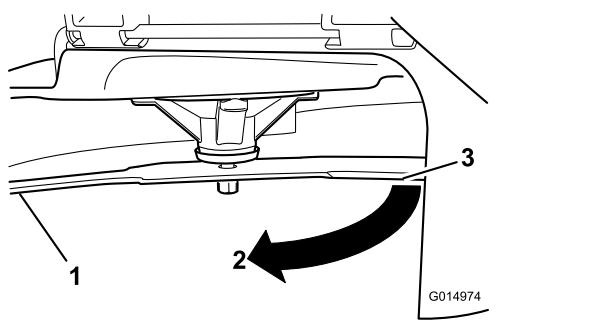

Figura 88
3. Distancia medida entre la cuchilla y la superficie (A)
4. Gire la misma cuchilla 180 grados de manera que el otro extremo esté en la misma posición (Figura 88).